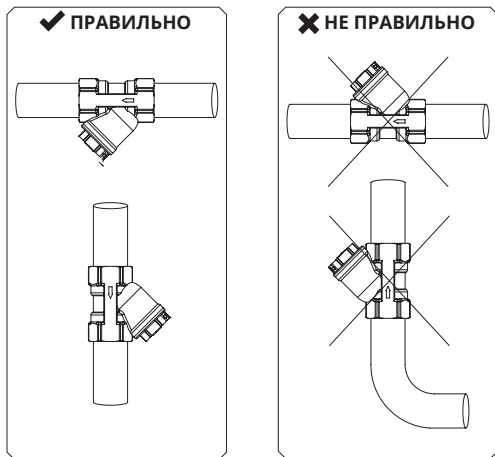

Рис. 1. Правильные и неправильные способы установки фильтра грубой очистки
1. Фильтр может устанавливаться как в горизонтальном, так и в вертикальном положении, при этом заглушка фильтра должна быть направлена вниз (см. рис. 1), а стрелка на корпусе должна совпадать с направлением потока фильтруемой среды.